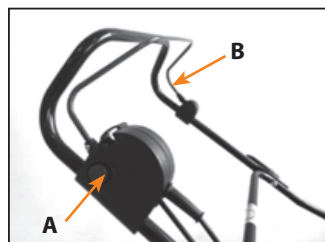

Рис. 15
- Нажмите и удерживайте кнопку защиты **A** (рис. 15)